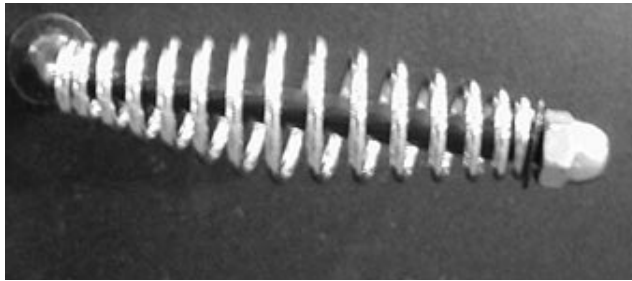
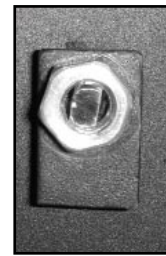

Figure 5
Figure 6
5. Installer la pièce supérieure du fumoir sur l'extérieur des parois latérales et de la paroi arrière fixées du fumoir. S'assurer que les trois trous situés sur les côtés du dessus du fumoir sont alignés sur les trous correspondants situés sur chaque paroi latérale et sur la paroi arrière du fumoir. Serrer à l'aide des vis à tête à oreilles fournies (3).
7. Installer la poignée de la porte avant du fumoir en utilisant (1) poignée résistante à la chaleur avec des filetages de 1,5 po, (2) rondelles plate, (1) taquet de sécurité (languette en acier), (1) l'écrou et (1) rondelle d'arrêt. Insérer l'extrémité plate à visser de la poignée dans la porte avant comme l'indique la **Figure 5**. Maintenir la poignée résistante à la chaleur à l'horizontale. Placer les (2) rondelles plate sur l'extrémité plate à visser de la poignée qui dépasse à l'intérieur de la porte avant du fumoir. Placer le taquet de sécurité (languette en acier) sur l'extrémité plate à visser de la poignée qui dépasse à l'intérieur de la porte avant du fumoir. Le taquet de sécurité en forme de rectangle doit être positionné sur la poignée avec le côté long tourné vers le bas (voir la **Figure 6**) afin que, lorsque la porte est fermée et que la poignée est verrouillée, il se verrouillera derrière le boîtier du fumoir afin de maintenir la porte fermée. Placer la rondelle d'arrêt contre le taquet de sécurité. Serrer à l'aide de l'écrou fourni. Pour maintenir la porte avant fermée, fermer la porte et tourner la poignée vers le bas de manière à verrouiller correctement.
2. Utiliser un briquet placé au-dessus du brûleur selon la *Figure 3*, ou utiliser une allumette placée au-dessus du brûleur selon la *Figure 4*. Ouvrir ("ON") le robinet à commande manuelle pour que l'allumage s'effectue (*Figure 2*). Tourner le robinet à commande manuelle dans le sens anti-horaire pour augmenter le débit de gaz vers le brûleur et donc augmenter la taille des flammes (*Figure 5*).
3. Vérifier que les flammes sont bleues et qu'elles sortent complètement autour du brûleur (voir la *Figure 5*). En cas de flamme jaune, ou si des orifices ne comportent pas de flammes, le tube venturi ou les orifices peuvent être obstrués. Vérifier les instructions d'entretien à la page 19 pour plus d'information au sujet d'une flamme jaune ou d'une obstruction.